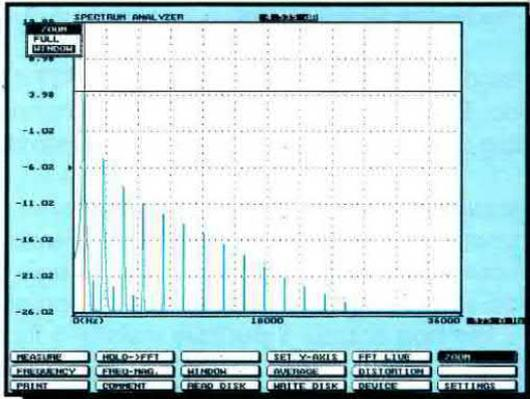

Fig.9 Se volete ingrandire delle tracce vi conviene andare alla casella **Zoom**, premete Enter e nella finestra che vi apparirà selezionare la funzione **Window**.
- Nella finestra che apparirà (vedi fig.9) portate il cursore sulla riga **WINDOW** e premete Enter. Sullo schermo apparirà una piccola **croce** che potrete spostare sia a destra che a sinistra, in basso o in alto utilizzando i tasti **freccia**.
Per **togliere** la funzione **zoom** occorre ritornare alla finestra di fig.9 e spostare il cursore dalla riga **WINDOW** alla riga **FULL** e premere Enter.
Fig.11 Premendo Enter l'area contornata nella fig.10 apparirà sul monitor ingrandita. Per togliere la funzione Zoom spostate il cursore da Window a Full (vedi fig.9).